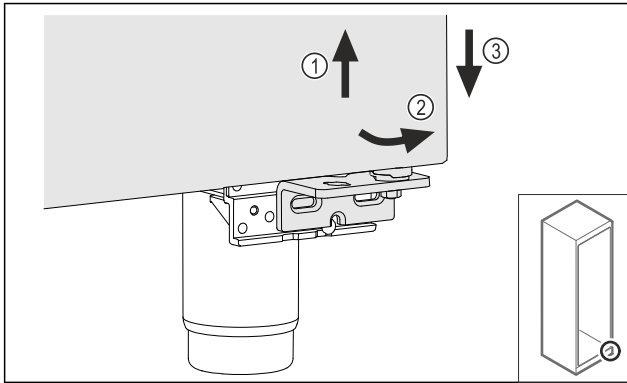

Fig. 23
- ▶ Unieść lekko drzwi Fig. 23 (1), dół przechylić do przodu Fig. 23 (2) i opuścić Fig. 23 (3).